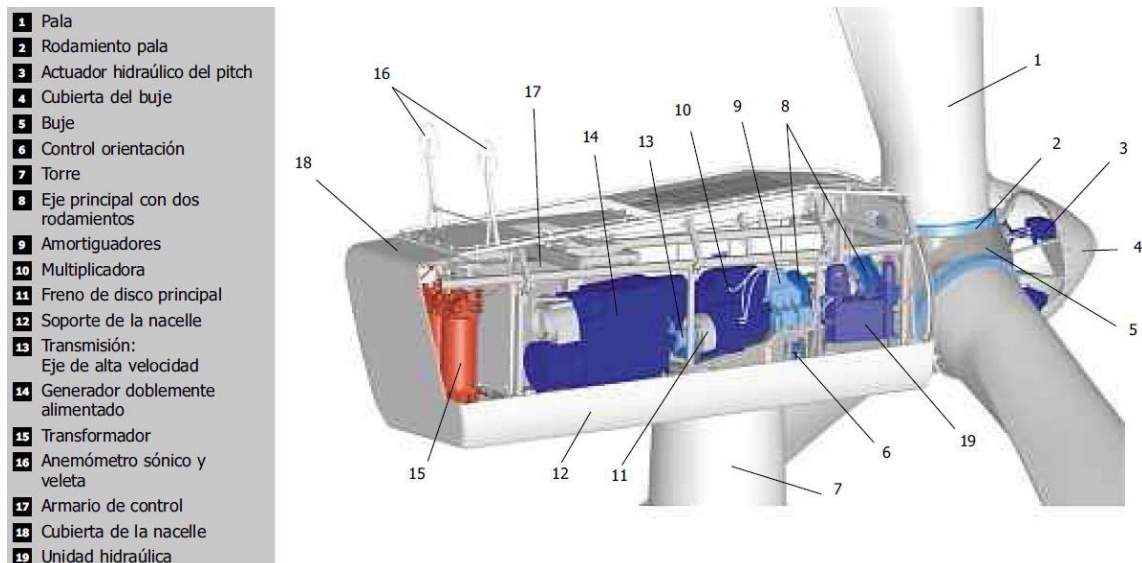

Figura 2 - Schema di funzionamento di un aerogeneratore Gamesa.
In particolare, quando la velocità del vento supera il valore di avviamento, il sistema idraulico di pitch ruota l'angolo d'attacco delle pale in maniera tale da iniziare a generare potenza elettrica e continua ad adattarlo una volta che il rotore inizi a girare ed in funzione di variazioni della velocità del vento (2 e 3 Figura 2), garantendo la massima portanza ammissibile in ogni condizioni di funzionamento. Avviato il moto rotatorio del rotore e raggiunta la velocità di giro necessaria all'avvio del generatore, la centrale inizia ad immettere energia in rete. L'asse principale (9), collegato da un lato al mozzo (5) e dall'altro al moltiplicatore (10), poggia su due cuscinetti che ne attutiscono le vibrazioni trasmesse dal rotore (8).